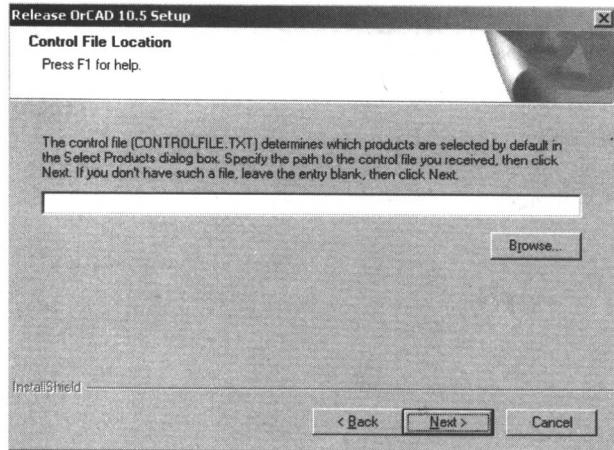

图 1.2.9 控制文件路径对话框
(6)在弹出的如图 1.2.9 所示的控制文件路径对话框中,点击“Next”按钮。